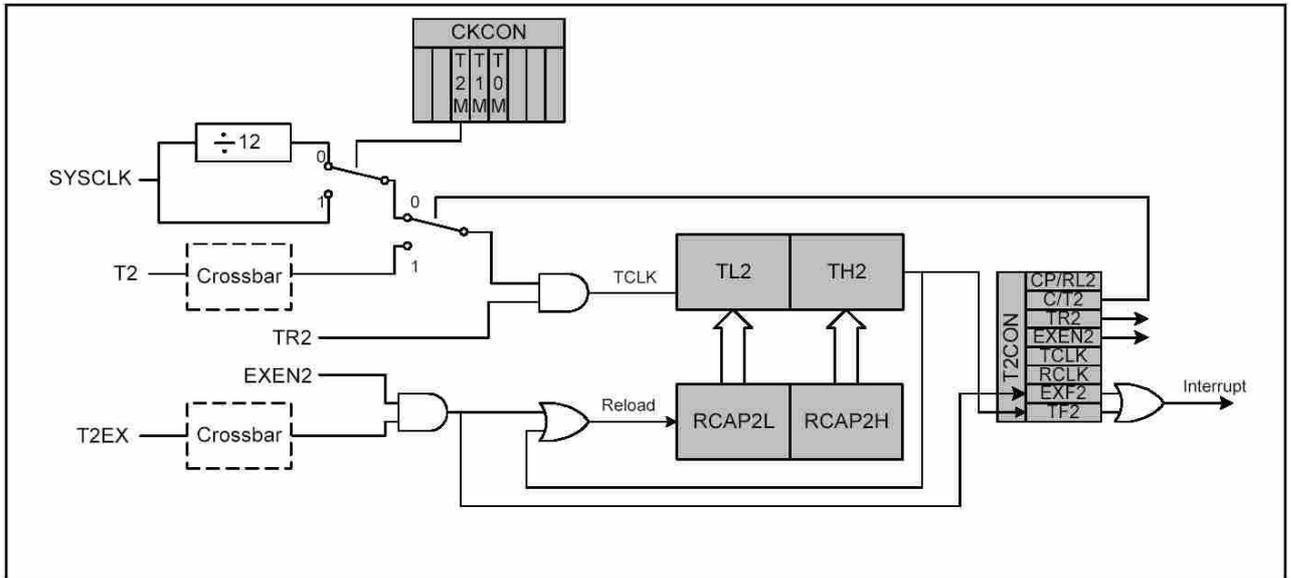

Рис.2.28. Функциональная схема таймера 2 в режиме 1
**Режим 1: 16-битного таймера/счетчика с автозагрузкой.** В этом режиме при переполнении счетчика устанавливается флаг TF2 и генерируется прерывание (если оно разрешено). Кроме того, шестнадцатеричное значение из регистров RCAP2H и RCAP2L автоматически перезаписывается в счетные регистры. Режим выбирается обнулением бита CP/RL2. Установка бита TR2 разрешает счет. В этом режиме таймер может использовать системные тактовые импульсы или внешний вход в качестве источника счетных импульсов. Источник выбирается битом C/T2. Если установлен EXEN2, задний фронт импульса на входе T2EX вызывает перезагрузку, иначе вход T2EX игнорируется. На рис.2.28. показана функциональная схема таймера 2 в режиме 1.